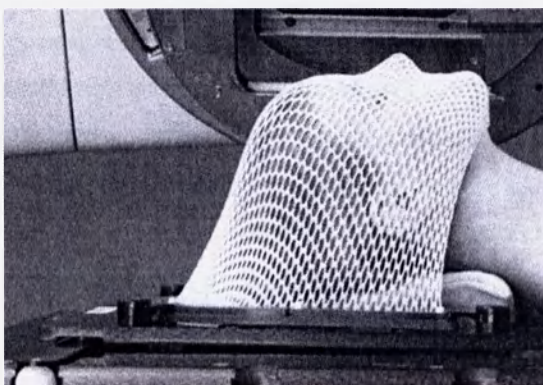

Рисунок 8
5.2.6 При использовании маски типа *U-Frame* отвинтите четыре зажимных винта (цифра 4 на рисунке 1) и поверните поворотные зажимы (3) таким образом, чтобы маску можно было установить на плоскости опорной плиты. Поверните четыре поворотных зажима (цифра 3 на рисунке 1) назад, чтобы зафиксировать рамку маски, затем затяните зажимные винты (цифра 4), чтобы зафиксировать рамку маски на опорной плите (рисунок 8).